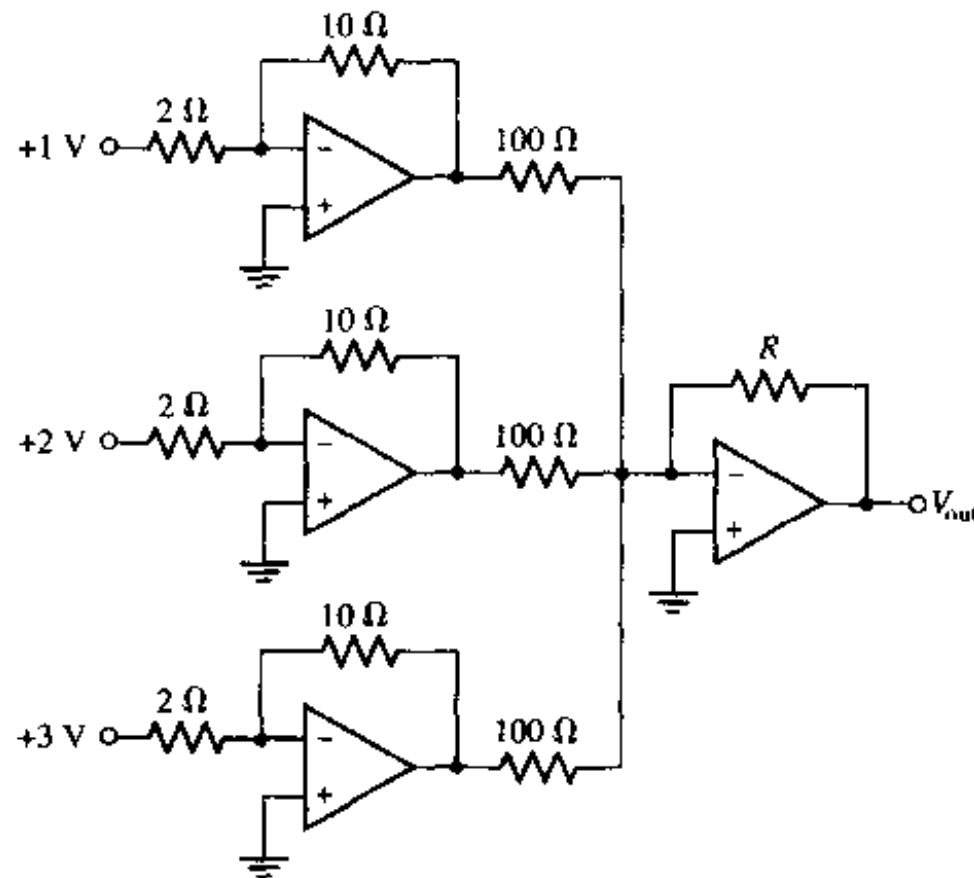

图 6.41
25. 参看图 6.41 所示的运放电路, 为使输出 $V_{out} = 10 \text{ V}$, R 的值需要为多大?